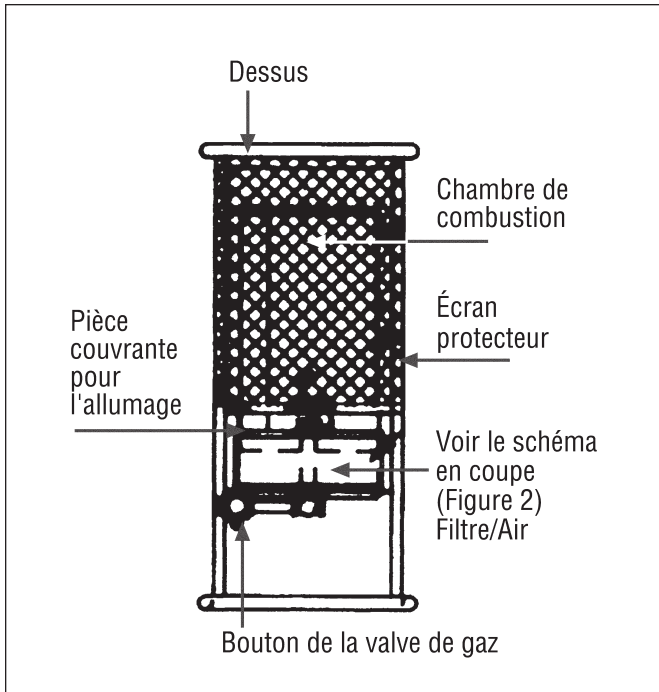

Figure 1
- 3 Appuyer sur le bouton. Faites tourner le bouton de la valve de gaz en sens horaire jusqu'à la position « OFF ». Voir les figures 1 et 2 pour connaître l'emplacement des pièces de l'appareil.
- 6b Pour allumer la veilleuse, déplacez le couvercle du trou d'allumage (voir figure 1) et placez une allumette allumée dans le trou. Appuyez sur le bouton de la valve de gaz et maintenez-le enfoncé pendant l'allumage tout en observant le bouton de la veilleuse. Assurez-vous que l'allumette allume le brûleur. Laissez la veilleuse brûler pendant environ 30 secondes avant de relâcher le bouton de la valve de gaz. Si la veilleuse ne reste pas allumée, répétez la démarche d'allumage et attendez un peu plus longtemps avant de relâcher le bouton de la valve de gaz.
- 7 Faites tourner le bouton de la valve de gaz en sens anti-horaire jusqu'à la position « ON » (voir figure 1). Le brûleur s'allumera. Le bouton de tour dans le sens des aiguilles d'une montre jusqu'à l'arrêt pour la position de